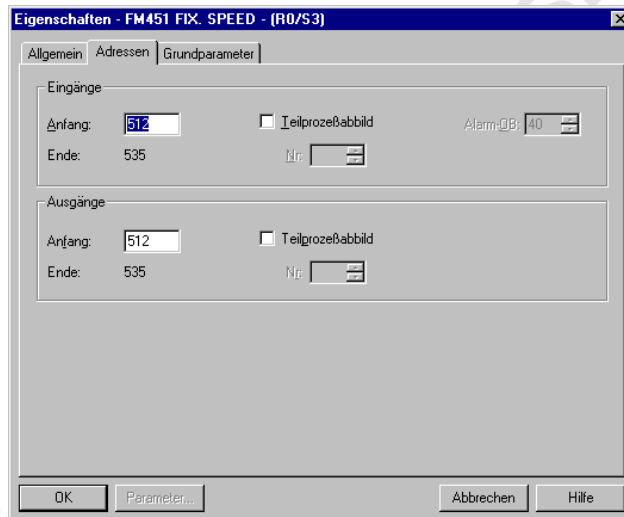

Bild 31 Register „Eigenschaften... Adressen“
3. Überprüfen Sie im Fenster „Eigenschaften - FM 451 FIXED SPEED“ (siehe Bild 31) die Basisadresse der Anschaltbaugruppe.